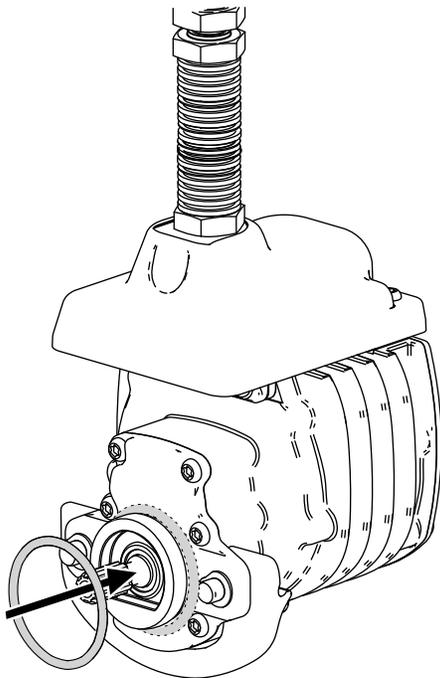

Рисунок 8
3. Установите уплотнительное кольцо на каждый двигатель барабана, как показано на Рисунок 8.